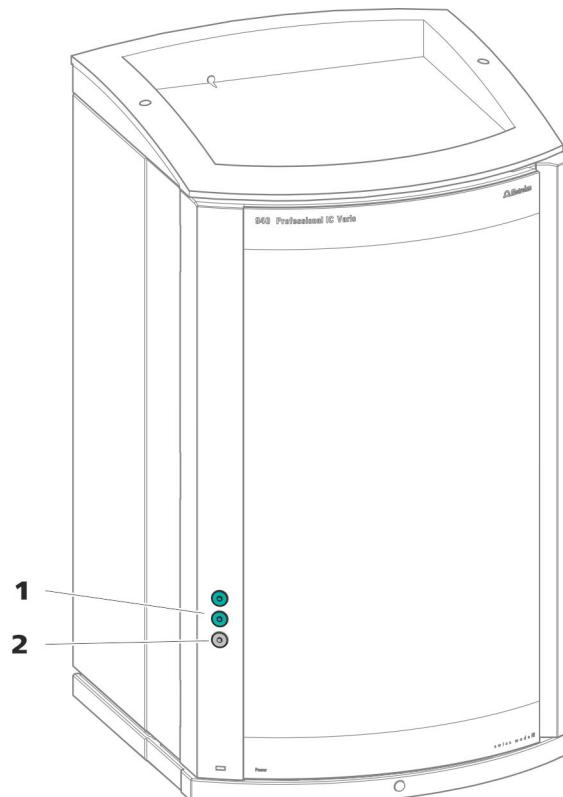

Figura 3 Orificios de paso en la puerta
- orificios en la puerta (*véase figura 3, página 12*)